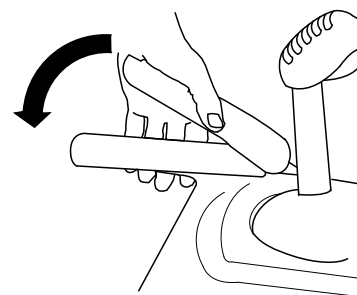

Figura 15
1. Per innestare la trazione, premete la leva sinistra (della trazione) contro l'impugnatura (Figura 15).